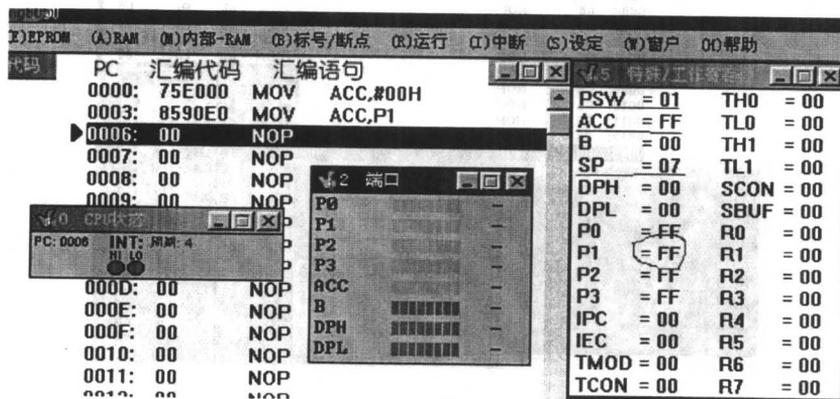

图 1-4
(3) 从“(R) 运行”菜单中运行“(O) 单步”。[汇编代码]窗的光标会一步一步向下执行, 同时各寄存器和其他窗口也跟着变化, 指示运行光标前一步后各“部件”情况。当运行到 0006: 处时, ACC 指示为全高, 值 = FF。说明 MOV ACC, P1 这条指令的确将 P1 口的数据传送到了 ACC。若在执行到 0003: 时, 用鼠标将 P1 的最高位清低, 那么运行到 0006: 时 ACC 就是 7F。
(4) 关于[汇编代码]窗的数据意义如图 1-4。该窗列出了 PC 值、汇编代码、原汇编语句, 例如第一行与第二行的 PC 值差 3, 表明该语句运行时需要 3 个机器周期, 这对需要编写严格时序的程序非常有用。